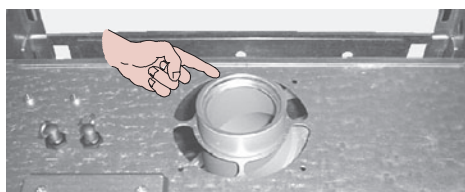

Figura 5.6
**El diafragma debe colocarse como en la Figura 5.6.**
**El diafragma debe montarse y desmontarse siguiendo las indicaciones proporcionadas en este capítulo. El diafragma debe colocarse como en la Figura 5.6.**